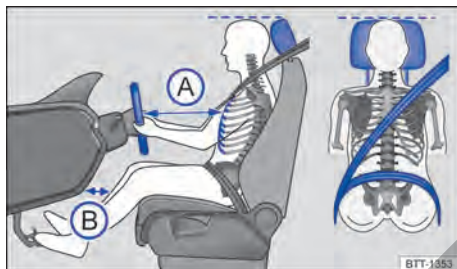

Fig. 22 Distancia correcta del conductor con relación al volante, posición correcta de la banda del cinturón de seguridad y ajuste correcto del apoyacabezas.
- Ajustar el asiento para que la distancia entre el volante y el tórax tenga como mínimo 25 cm → fig. 22 (A) y que el conductor pueda sujetar el volante del borde exterior con las dos manos y los brazos ligeramente doblados.
- Ajustar el asiento del conductor de manera longitudinal para que los pedales se puedan accionar con las piernas ligeramente dobladas y la distancia de la zona de la rodilla con el tablero de instrumentos sea de al menos 10 cm → fig. 22 (B).
- Ajuste el apoyacabezas para que su borde superior se encuentre preferentemente en la misma línea de la parte superior de la cabeza → fig. 22 – pero no por debajo de la altura de los ojos. Posicionar la parte posterior de la cabeza lo más cerca posible del apoyacabezas.